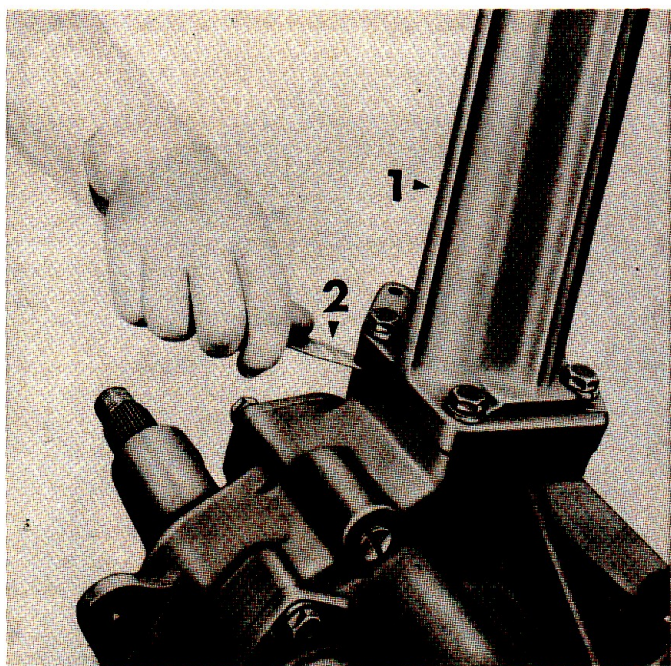

FIGURE 6: Mesure de l'épaisseur des cales du roulement de l'arbre — 1 = Carter de colonne, 2 = Lame jauge.
2. Présenter sur l'arbre le carter de colonne de direction sans cales ni joints, poser les boulons de fixation et serrer avec les doigts. Mesurer l'interstice en plusieurs points avec une lame jauge (Figure 6) pour déterminer l'épaisseur de cales nécessaire pour éliminer le jeu axial. Enlever la prolonge et sélectionner les cales qui conviennent, en tenant compte de l'épaisseur du joint utilisé une fois comprimé. Présenter le carter avec ses cales et son joint, et serrer les boulons de fixation au couple correct (voir Spécifications). S'assurer que l'arbre ne présente aucun jeu axial et qu'il tourne librement. Déposer le carter et mettre de la pâte à joint sur le joint. Présenter les boulons et les serrer au couple correct.